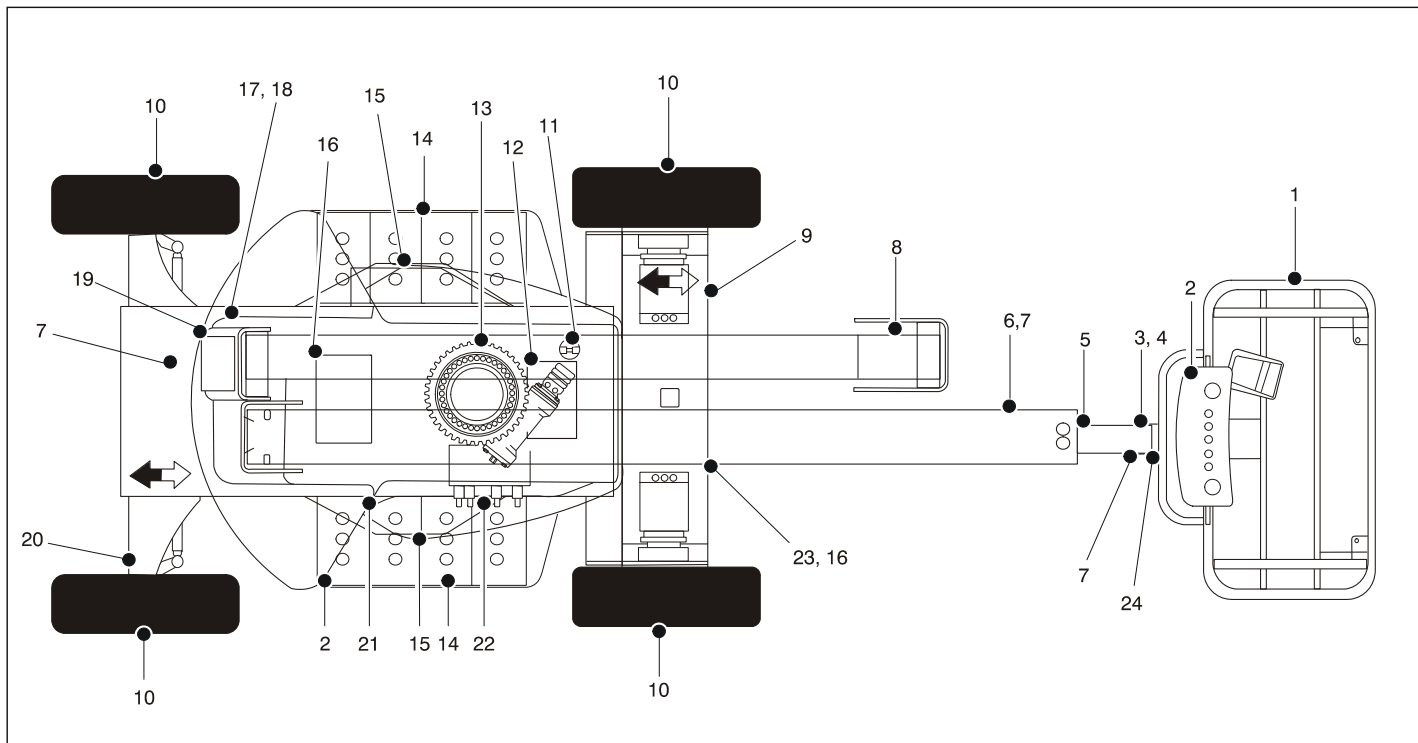

Figura 2-2. Inspeção Exterior Diária – Folha 1 de 3
5. **Inspeção exterior** – Consultar Figura 2-2. a Figura 2-4.